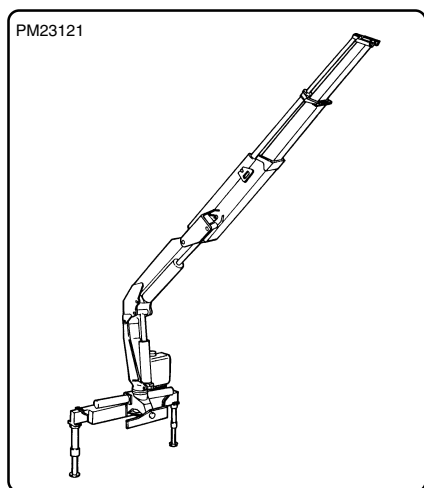

fig. 8.20.1
- a) aprire completamente tutti i martinetti della gru (fig. 8.20.1), compresi gli stabilizzatori, azionando anche la rotazione a fine corsa (nel lato opposto a quello di chiusura della gru).
- a) *fully open all the crane cylinders (fig. 8.20.1), including the outriggers, and slewing system rotating the crane at the stroke end opposite to the crane boom folding position.*